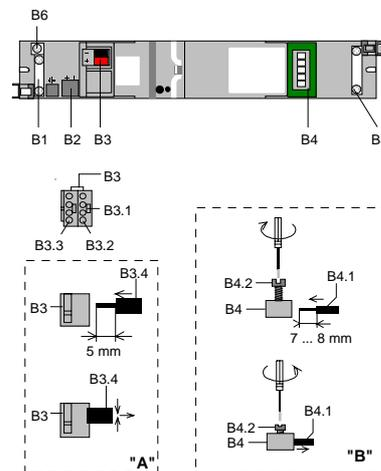

Bild 3: Anschlüsse
Busklemme abziehen (Bild 3)
Busklemme aufstecken (Bild 3)
Anschließen der Busleitung (Bild 3 "A")
- Der Leitungsmantel der Busleitung ist mit der Leitungsfixierung (B1) am Gehäuse des Einbaugerätes zu befestigen. Wird eine Leitung mit Abschirmung verwendet, kann diese an der Klemme (B6) festgeschraubt werden (Bild 3).
Die Aussparung (B2) dient zur Aufnahme eines Überspannungsschutzes. Die Anschlüsse werden parallel zu der Buslinie in die Busklemme eingesteckt (Bild 3).
Abklemmen der Busleitung (Bild 3 "A")
Netzspannung und DALI anschließen (Bild 3 "B")
Netzspannung und DALI abklemmen (Bild 3 "B")